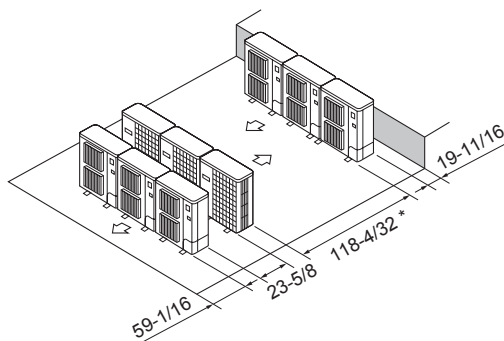

Fig. 2-17
- ⑥ Disposition pour plusieurs appareils parallèles (Fig. 2-17)